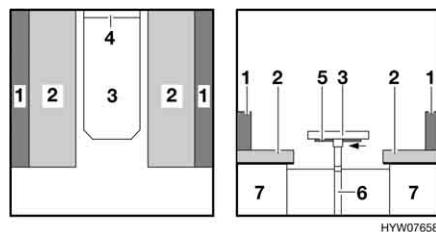

Fig. 45 Prima della trasformazione
- Sistemare i cuscini del divano (Fig. 45,2).
- Sollevare leggermente il piano del tavolo (Fig. 45,3) in avanti.
- Tirare verso il basso il piede del tavolo (Fig. 45,6) e ripiegarlo.
- Spingere il puntello (Fig. 45,5) verso sinistra e ribalzarlo.
- Alzare il piano del tavolo (Fig. 45,3) di circa 45°, sollevarlo dalla guida di supporto superiore (Fig. 45,4) e mantenerlo ad un angolo di 45°.